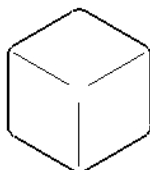

图 6-51
- Projected original edges (投影原始边线): 在视图投影方向上投影到圆角表面上的原始边线, 如图 6-51 所示。